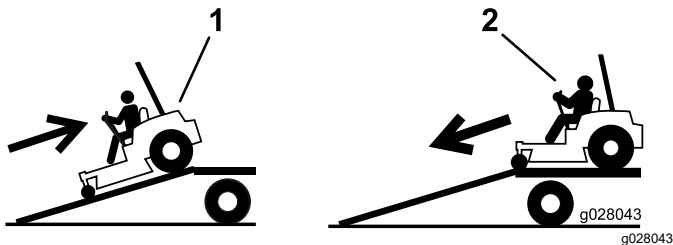

Figura 35
4. Suba la máquina por la rampa en marcha atrás (Figura 35).
2. Baje la máquina por la rampa conduciendo hacia adelante (Figura 35).